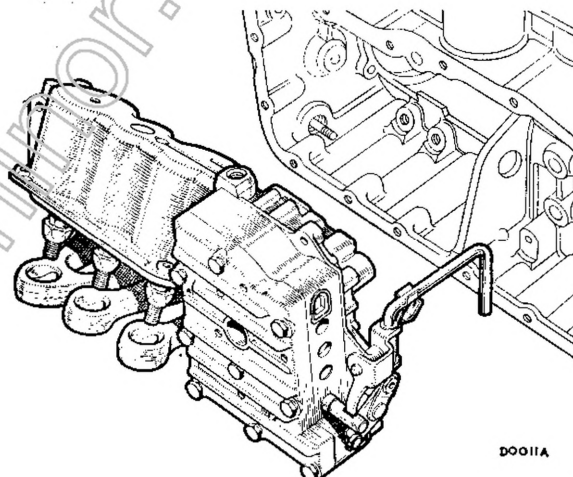

Fig. Fa. 11
15. Togliere il blocco valvole ed i bulloni di arresto dell' unità servo. Comprime re le superfici superiori degli arresti e scollegarli dai servo, sollevando il blocco valvole e l' unità servo quale assieme (vedi figura Fa. 11).